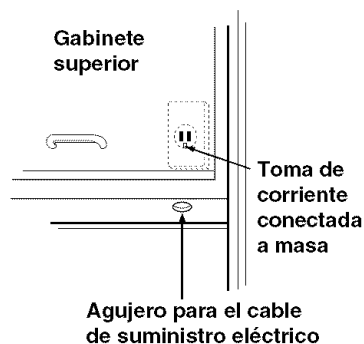

Figura 4 (detalle)
1. Ubique la toma de corriente conectada a tierra para este horno en el gabinete encima del horno, como lo muestra el detalle de la **Figura 4**.
2. Más tarde, cortará el orificio para el cable de suministro de energía (que se muestra en el detalle en **Figura 4**) cuando prepare la pared y el gabinete.